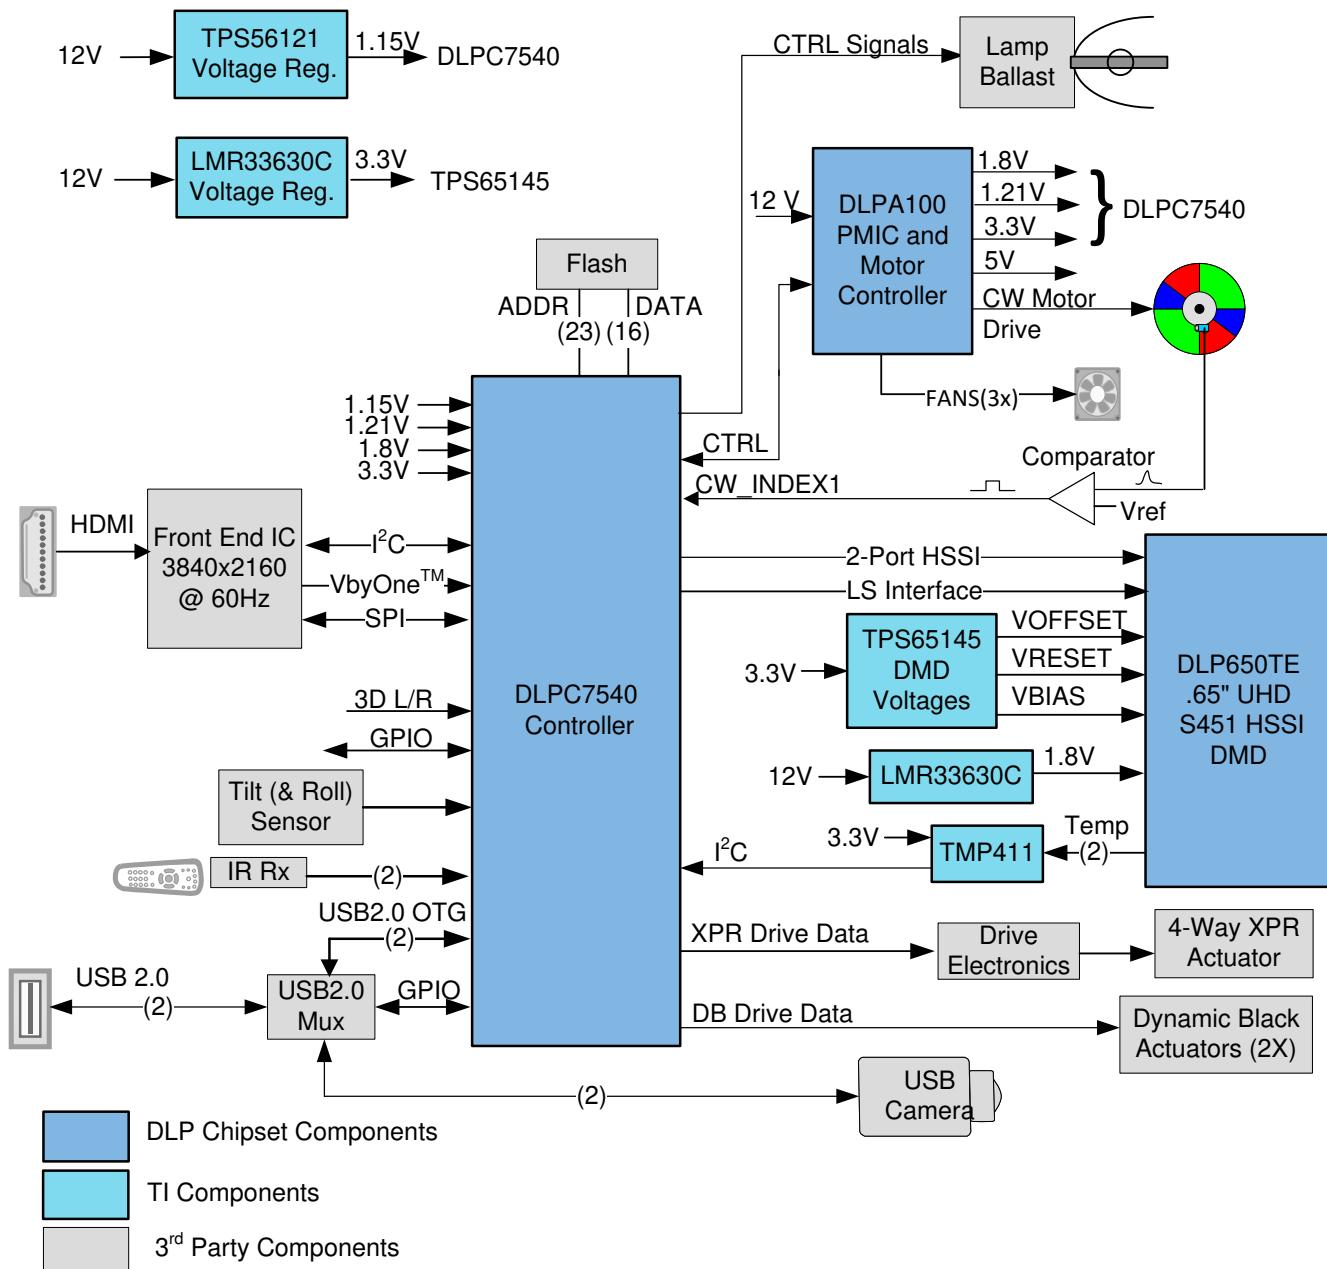

図 7-2. 4K UHD ランプ蛍光の代表的なアプリケーション図
**DLP650TE DMD** は、**DLPC7540** デジタル コントローラやパワー マネージメント デバイスと組み合わせることにより、高輝度で色鮮やかなディスプレイ用途に最適なフル 4K UHD 解像度を実現します。レーザー蛍光照明を使用する代表的なディスプレイシステムでは、**DLP650TE DMD**、または **DLPC7540** ディスプレイコントローラ、**TPS65145** 電圧レギュレータ、および **DLPA100 PMIC** およびモーター ドライバを組み合わせています。また、この構成に必要な DLP 0.65 インチ 4K UHD チップセットと追加のシステム コンポーネントのシステム ブロック図を示します。図 7-2 に、ランプ構成の DLP 0.65 インチ 4K UHD チップセットと必要なシステム コンポーネントのブロック図を示します。部品には、**DLP650TE DMD**、または **DLPC7540** ディスプレイコントローラ、**DLPA100 PMIC** とモータードライバ、および **TPS65145 PMIC** が含まれます。